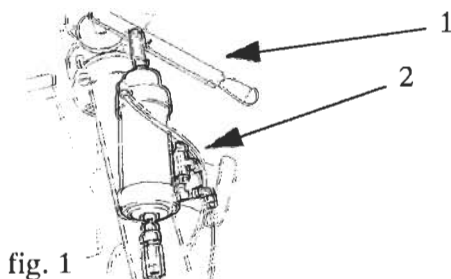

fig. 1
- 1) verificare che la valvola a farfalla sia aperta tirando manualmente l'apposita leva (fig.1, pos.1);